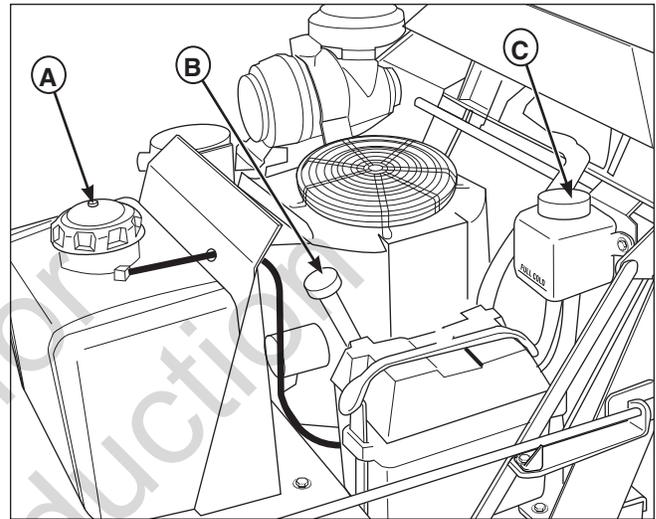

Figure 2. Vérifications avec le démarrage
- Vérifier que le carter moteur est rempli jusqu'au repère plein sur la jauge (B, figure 2). Consulter les instructions et les recommandations d'huile figurant dans le manuel d'utilisation du moteur.
- Remplir le réservoir de carburant (A) avec du carburant frais. Consulter le manuel du moteur pour des recommandations de carburant.
- Vérifier que le niveau du réservoir d'huile hydraulique (C) atteint le repère FULL COLD (PLEIN À FROID).